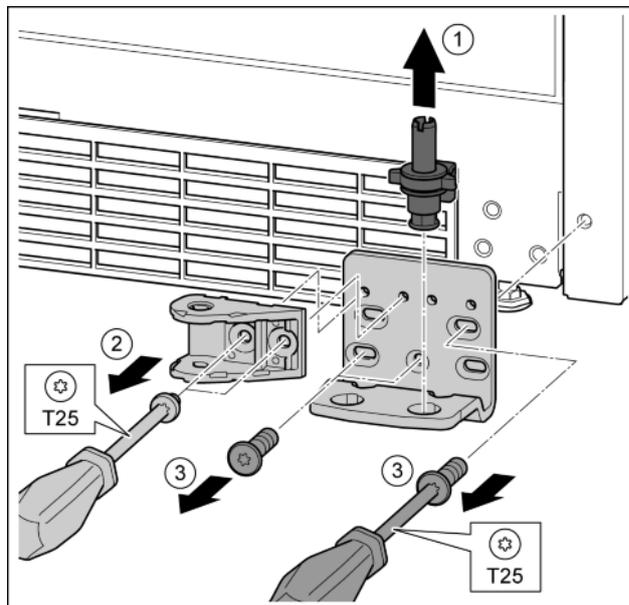

Fig. 33
- ▶ Izvucite podložak ležaja kompletno prema gore. Fig. 33 (1)
- ▶ Odvijačem T25 odvijte vijke i skinite spojni element prigušivača zatvaranja. Fig. 33 (2)
- ▶ Odvijačem T25 odvijte vijke i skinite podložak ležaja. Fig. 33 (3)